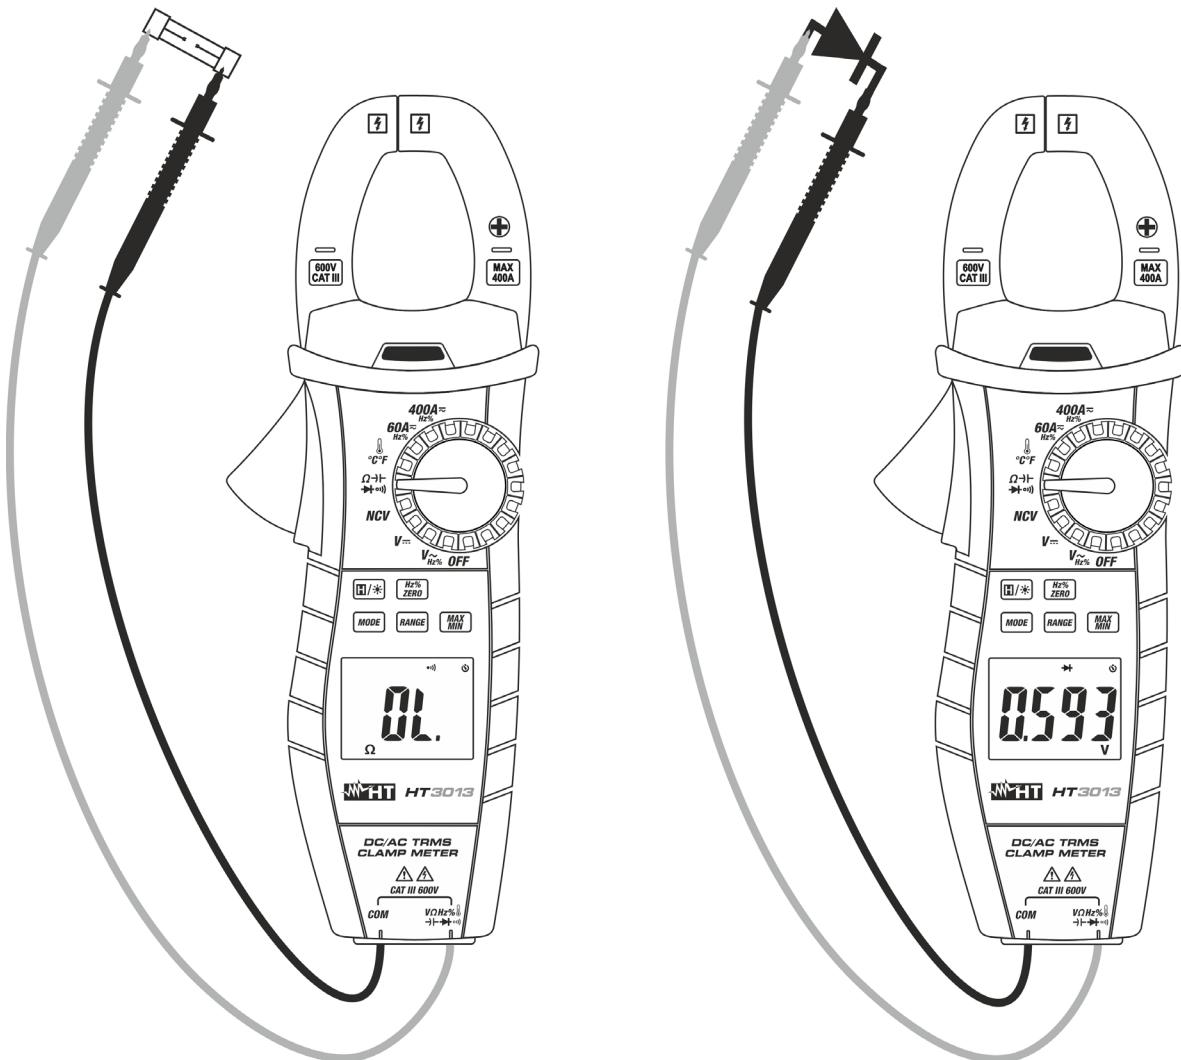

Fig. 8: Uso dello strumento per Test Continuità e Prova Diodi
3. Inserire il cavo rosso nel terminale di ingresso  $\text{V}\Omega\text{Hz}\% \rightarrow \lrcorner \rightarrow \lrcorner$  e il cavo nero nel terminale di ingresso **COM** ed eseguire il test di continuità sull'oggetto in prova (vedere Fig. 8 – parte sinistra). Il cicalino emette un segnale acustico quando il valore della resistenza misurata è inferiore a  $30\Omega$
5. Collegare il puntale rosso all'anodo del diodo e il puntale nero al catodo in caso di misura di polarizzazione diretta (vedere Fig. 8 – parte destra). Invertire la posizione dei puntali in caso di misura di polarizzazione inversa